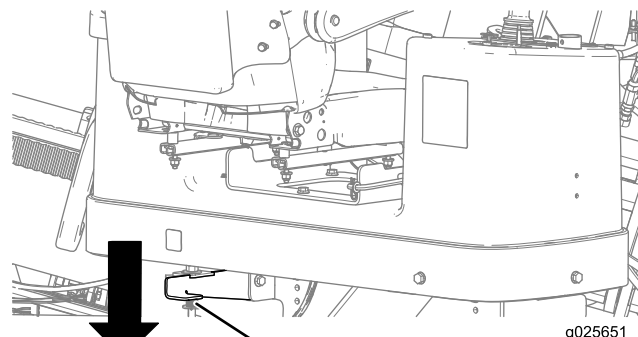

Bild 79
5. Drücken Sie auf den hinteren Riegel an der Bedienerplattform und schwenken Sie sie nach außen in die gewünschte Position (Bild 79). Achten Sie darauf, dass sie einrastet.